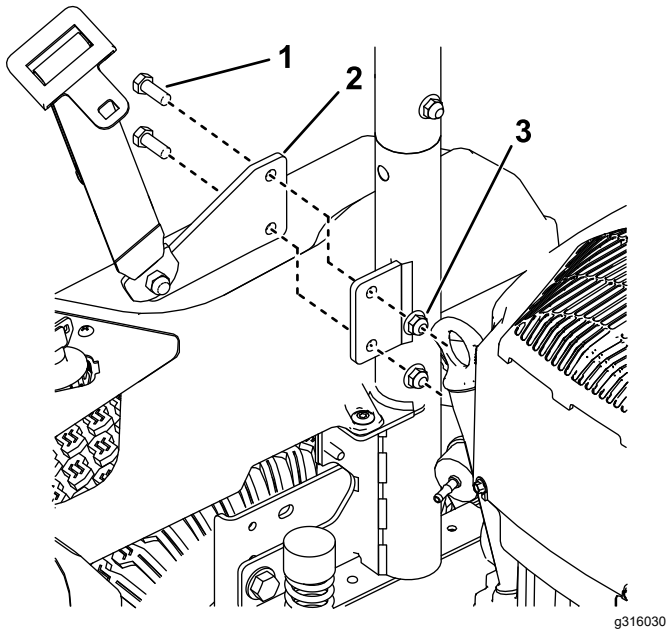

Figure 10
- Montez les supports de la ceinture de sécurité sur l'extérieur des supports du ROPS (Figure 10).
- Fixez le support de carénage gauche sur la machine à l'aide de 2 vis autotaraudeuses ($\frac{5}{16}$ " x $\frac{3}{4}$ "), comme montré à la Figure 10.